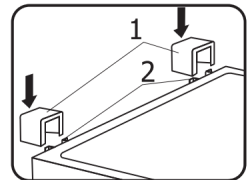

Abb. 4
- Nehmen Sie die zwei Streben (1) und setzen Sie diese in die Führungen (2) im oberen Teil der Rückwand ein (**Abb. 4**).